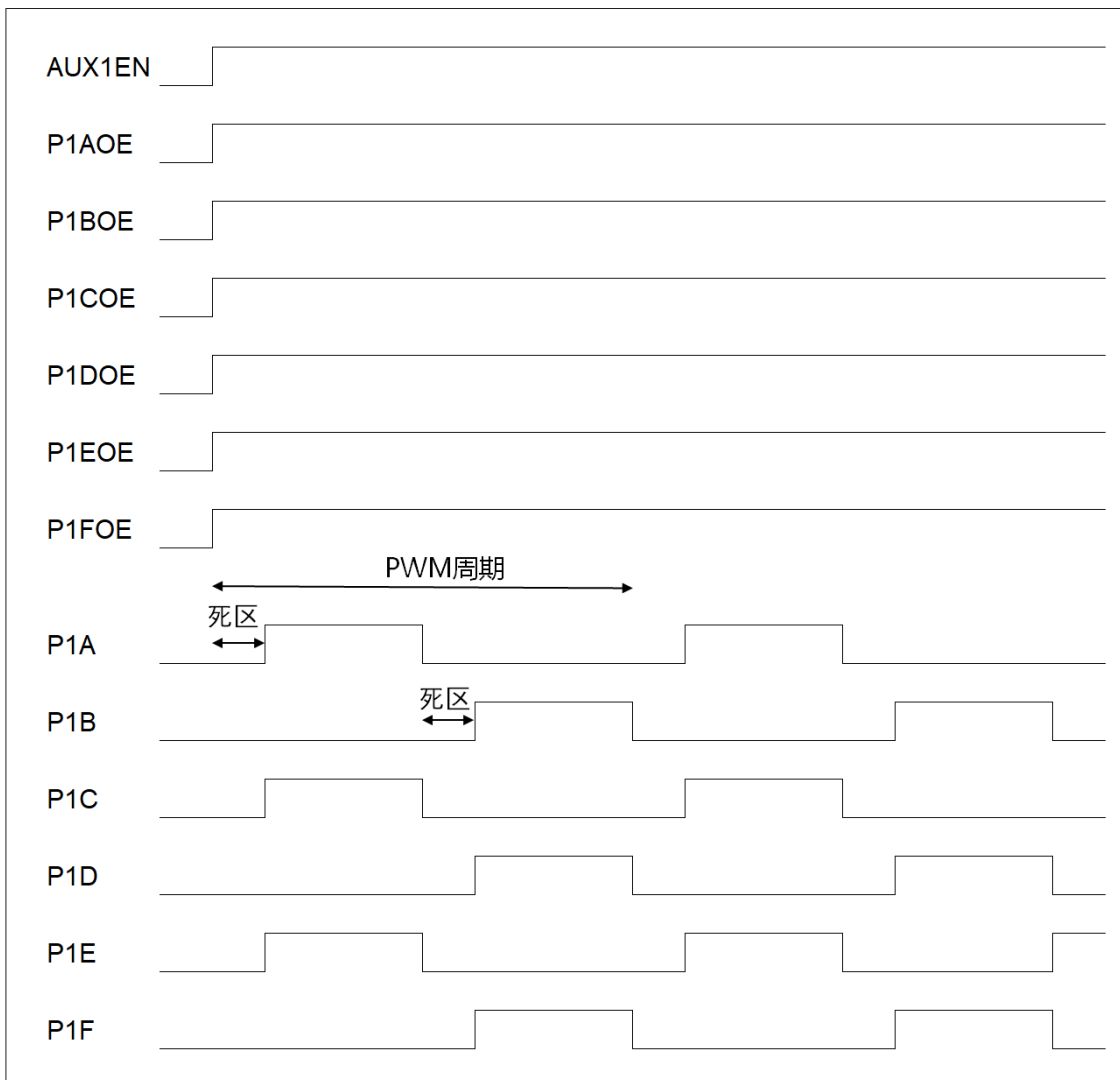

图 10-16 3 对 PWM 输出 (辅助功能)
1. P1A 和 P1B 为第 1 对带死区时间的半桥 PWM 输出，另外 2 对 P1C 和 P1D、P1E 和 P1F 与第 1 对波形相同，如 图 10-16；